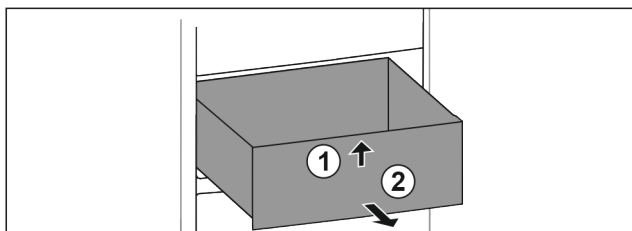

Fig. 133
- Sollevare il cassetto dal davanti. Fig. 133 (1)
- Rimuovere il cassetto tirandolo in avanti. Fig. 133 (2)